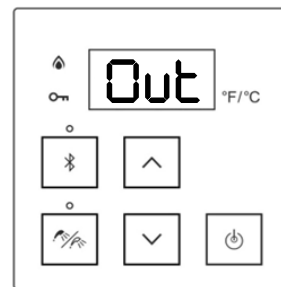

Figure 53
- 5(B). **Si le chauffe-eau sans réservoir est installé à l'extérieur avec le chapeau d'évacuation extérieur Versa-Vent™ de Rinnai** : Appuyer sur la touche fléchée vers le haut ou vers le bas. Le contrôleur affiche « **Out** » (à l'extérieur) (figure 53).